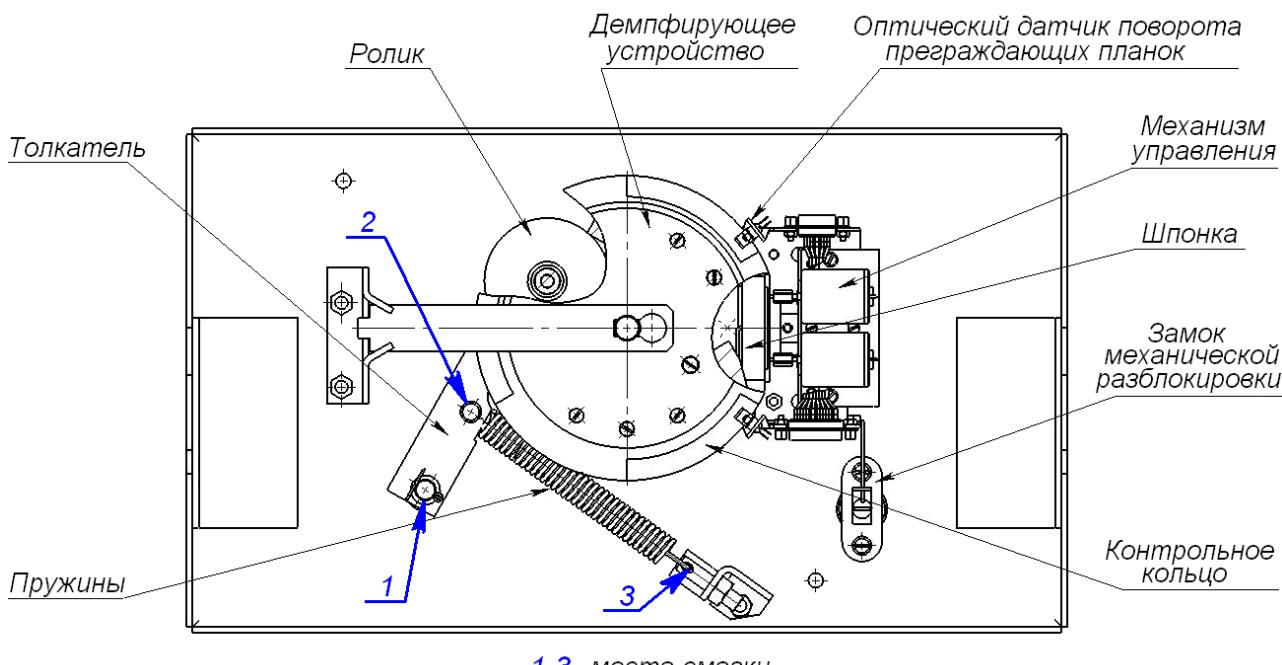

Рисунок 16. Расположение внутренних деталей и узлов стойки ЭП
2. Снимите крышку (3) в порядке, указанном в разд. 6, и положите ее на ровную устойчивую поверхность.
3. Осмотрите устройство доворота (толкатель, пружины и ролик), оптические датчики поворота преграждающих планок и демпфирующее устройство (см. рис. 16).
- четыре втулки на устройстве доворота – две на оси вращения толкателя и две на оси крепления пружин, а также отверстия в деталях крепления пружин, по две - три капли масла в каждое место смазки (места смазки указаны на рис. 16);
- механизмы секретности замка механической разблокировки (7) и замка крышки (4) со стороны замочной скважины.
- на рис. 16 – для ТРЛ производства **ZKTeco (FaceDepot-7A, FaceDepot-7B, ProFaceX, SpeedFace-V5L-TD)**;